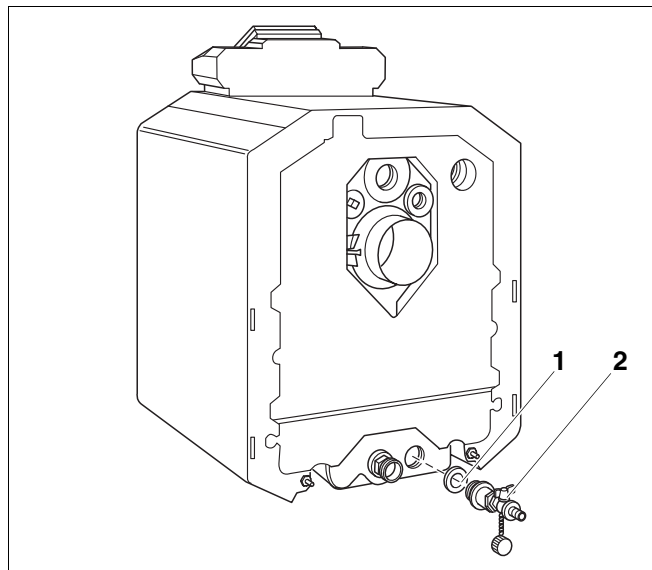

Рис. 3 Комплект арматуры для слива (KES) на отопительном котле G115
- Проверьте правильность установки кольца $\varnothing 35 \times 3$ (рис. 3, поз. 1) на сливной арматуре (рис. 3, поз. 2).
- Вкрутить арматуру для слива (рис. 3, поз. 2) в отверстие для предохранительного трубопровода обратной линии отопительного котла.